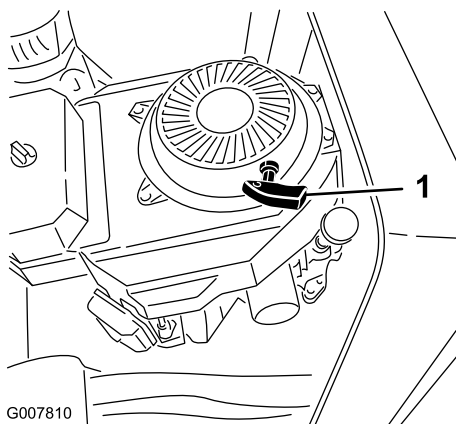

Figure 20
- Pour le modèle 22970, tournez la clé de contact en position contact établi, puis tirez la poignée du lanceur pour démarrer le moteur (Figure 20).